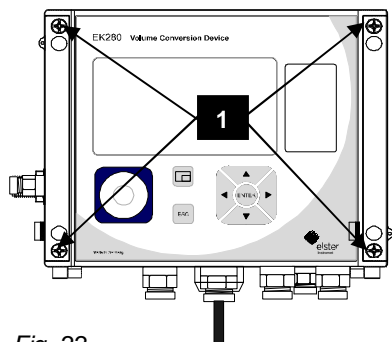

Fig. 22
2. Svitare le quattro viti Fig. 22/1 che chiudono l'alloggiamento.
10. Chiudere l'alloggiamento con le viti previste (Fig. 22/1).